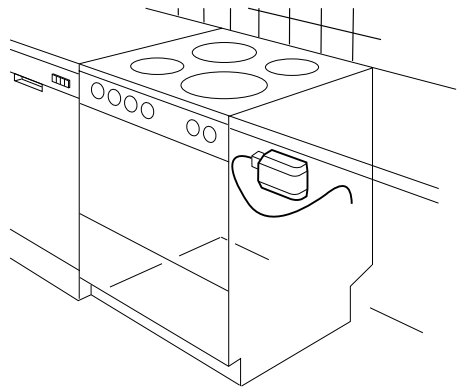

Fig. 6
2. Monter strømtilkoblingsenheten bak komfyren, Fig. 6.